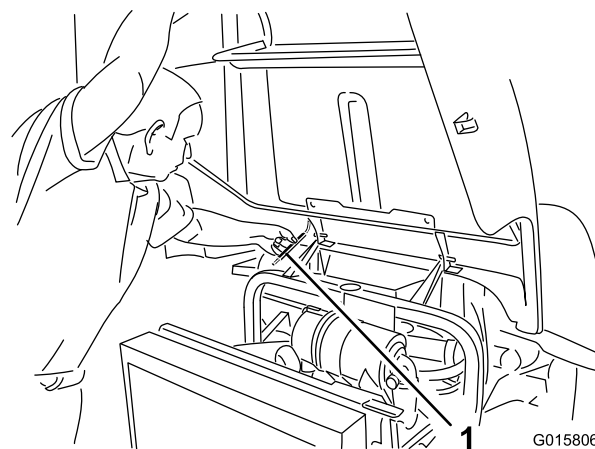

Figura 32
2. Eleve o capot até que a barra de apoio possa ser colocada por detrás do tubo do chassis (Figura 32).